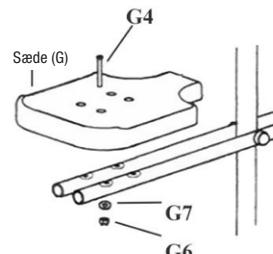

Fig 15
11. Monter begge sæder (G) på tvillingegryngen med 39 mm unbrakobolte (G4), M6 skiver (G7) og M6 kuppelmøtrikker (G6). Spænd alle møtrikker til. Se fig. 15.